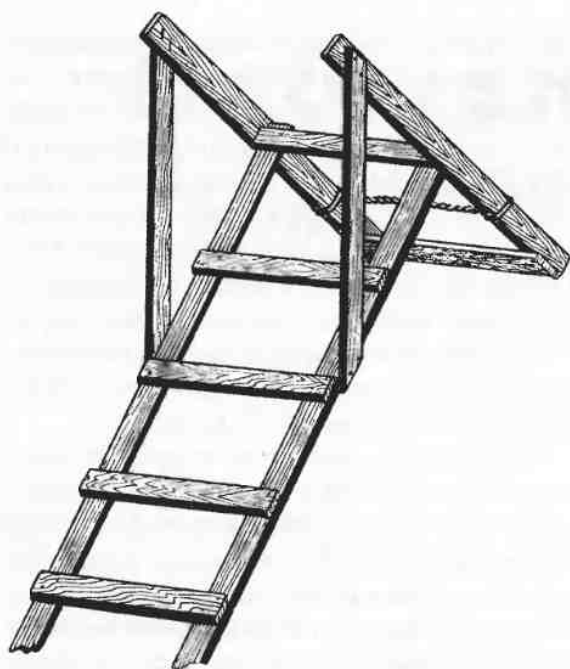

Рис. 257. Трап с зацепом за конек крыши
*Трап* (рис. 257) должен иметь зацеп, который заводится за конек крыши и предохраняет его от сползания вниз. Зацеп делается с особой тщательностью как элемент, обеспечивающий безопасность работы. Его нужно не только надежно сбить, но желательно еще стянуть боковые стойки между собой закруткой из веревки по типу тетивы в лучковой пиле. Практика показывает, что при постоянном перемещении трапа и при его неизбежных перекосах нагрузка часто падает на один конец зацепа.